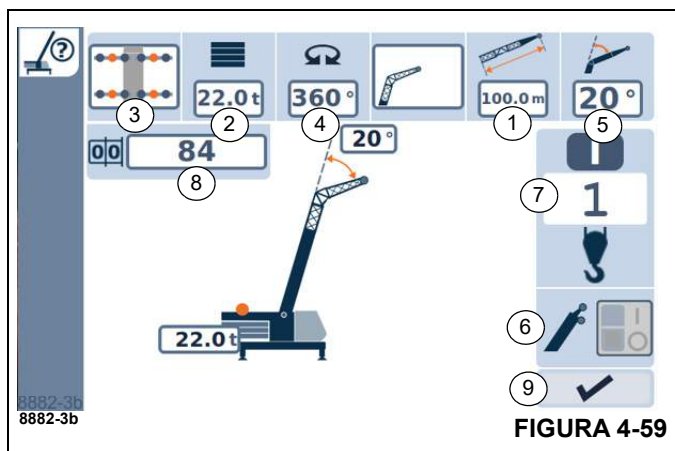

FIGURA 4-59
- Introduzca los componentes individuales (1), (Figura 4-59), a (6), (Figura 4-59), uno tras otro
- O introduzca el código de RCL (8), (Figura 4-59), y el enhebrado (7), (Figura 4-59).
- con (9), (Figura 4-59).